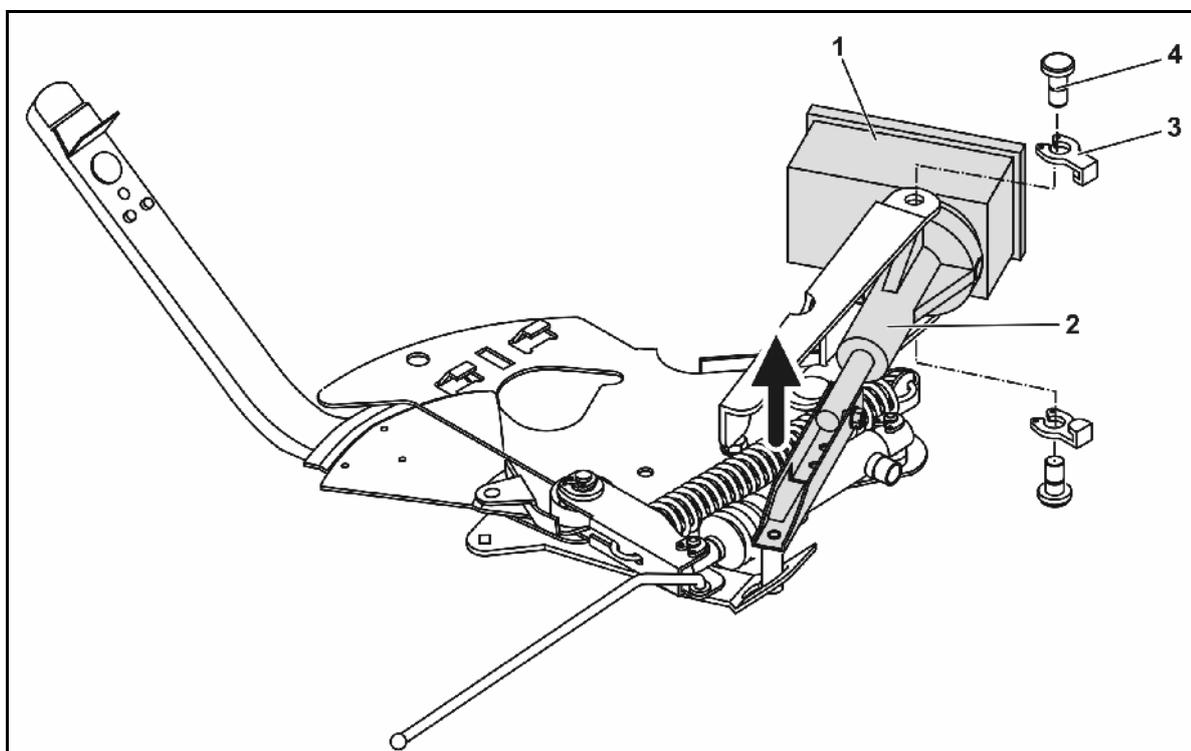

Fig. 65
1. Rimuovere i due fermagli di sicurezza (Fig. 65/3) con una pinza di sicurezza.
2. Estrarre i due bulloni articolati (Fig. 65/4).
3. Estrarre il servomotore (Fig. 65/1) dalla console motore.
4. Sollevare il servomotore e sganciare la biella (Fig. 65/2) dal collegamento a spina della paratoia di dosaggio.
Assicurare la biella sganciata (Fig. 65/2) con appositi ausili, in modo che non si abbatta nel campo di lavoro del cilindro idraulico.